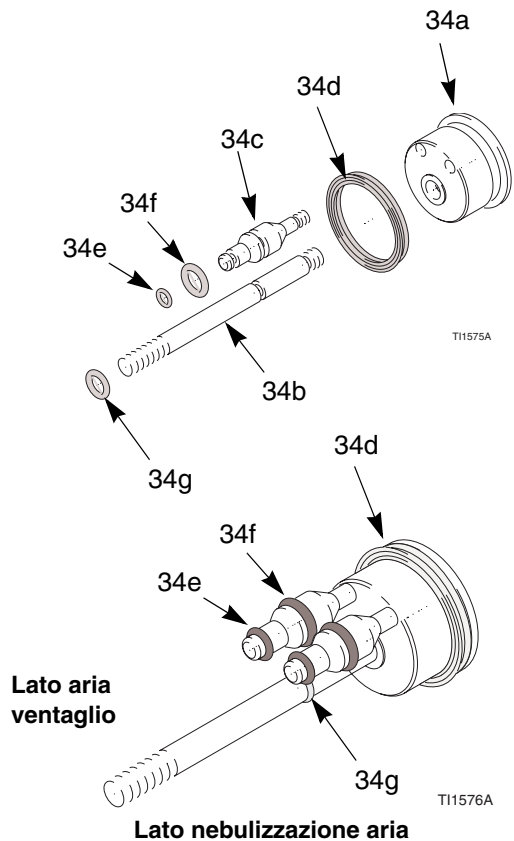

Fig. 26. Anelli di tenuta del pistone
- 5. Ispezionare gli anelli di tenuta (34a, 34f, 34g) e le guarnizioni ad u (34d) per la presenza di danni. Vedere Tabela 5 e Fig. 26.